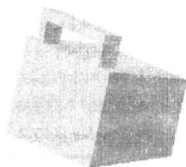

图 1.5 拉伸特征 2
(4) 确定拉伸起始值和结束值。在“拉伸”对话框的 **起始** 文本框中输入值 0, 在 **结束** 文本框中输入值 115, 单击 **确定** 按钮, 完成拉伸特征 1 的创建。
Step4. 创建图 1.5 所示的拉伸特征 2。